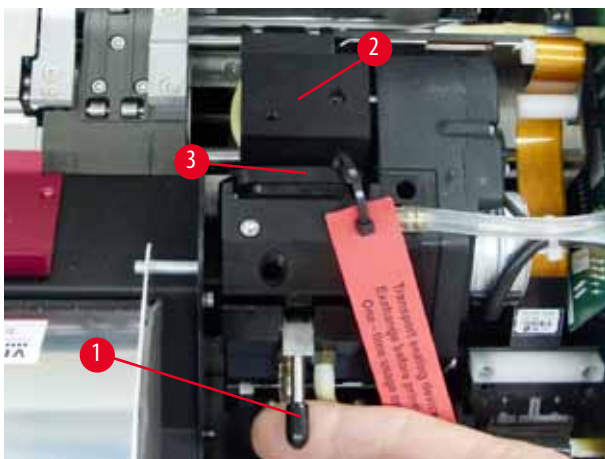

Рис. 30
4. Печатающая головка (→ "Рис. 30-2") перемещается вверх и останавливается прим. в 1 см от уплотнительной кромки (→ "Рис. 30").